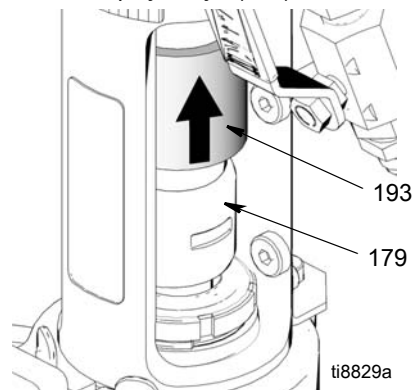

FIG. 15
5. (Fig. 15) Glisați capacul cuplajului (193) în sus pentru a avea acces la cuplajele tijei (179).